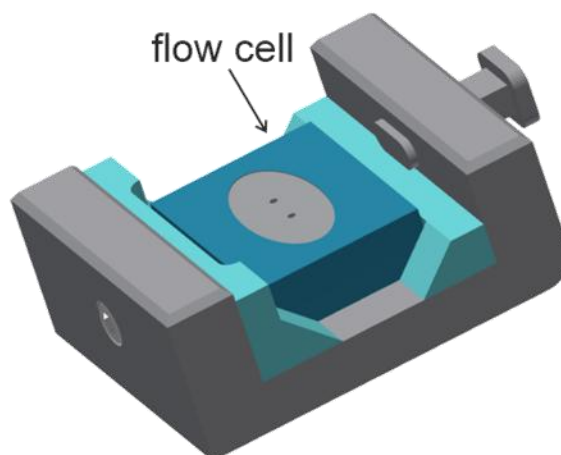

Рисунок 3. Магнитный держатель для проточной кюветы.
2. Очистите проточную кювету мягкой бумагой или салфетками, смоченными этанолом. Установите трубки на входе и выходе проточной кюветы. Закрепите проточную кювету с трубками в магнитном держателе (**Рисунок 3**).